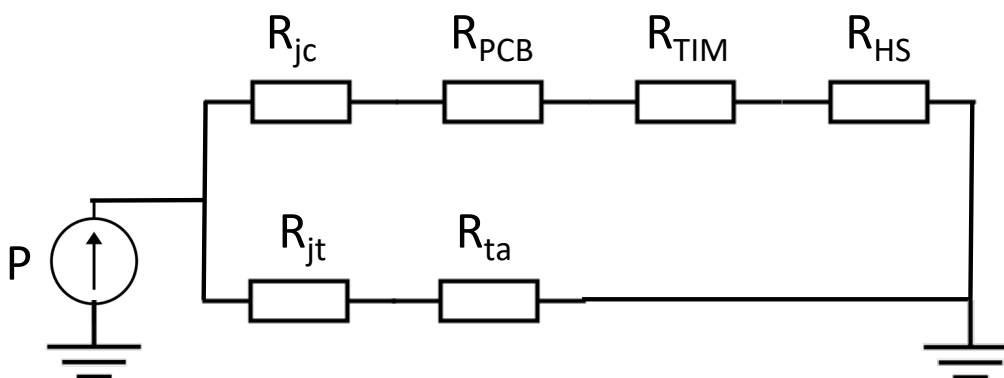

Figura 3.8. Modelo térmico simplificado de la Figura 3.6.
Cada camino es una de las ramas paralelas de la Figura 3.8. La inferior presenta una resistencia térmica mucho más elevada que la superior, por lo que podremos despreciarla. ¿Por qué? R_{ta} es la resistencia térmica de convección del encapsulado (lente) al aire, es mucho mayor que R_{ji} (resistencia térmica del silicio a la lente) y es inversamente proporcional al área en contacto con el aire. Con un área (A) en el orden de 1 cm^2 y (lo veremos el Día 6) una resistencia térmica de convección cercana a $0,1/A \text{ } ^\circ\text{C/W}$, resulta una resistencia térmica en torno a $1000 \text{ } ^\circ\text{C/W}$.